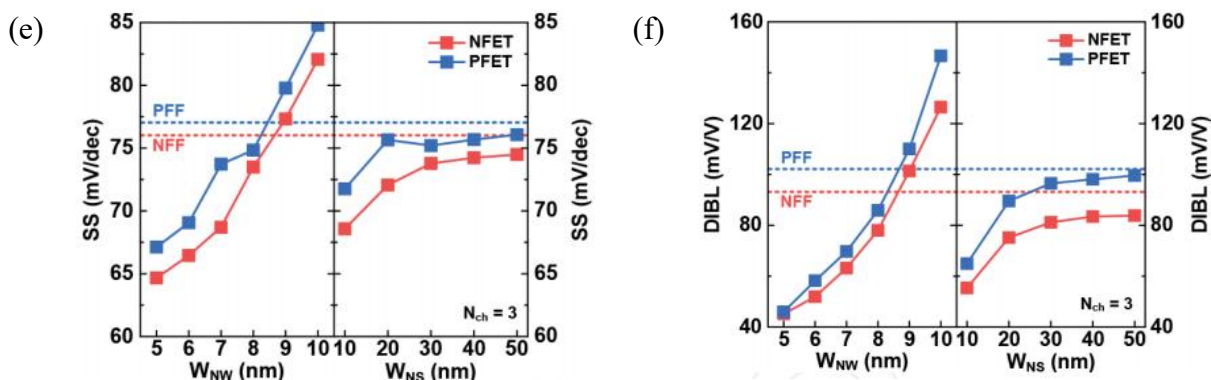
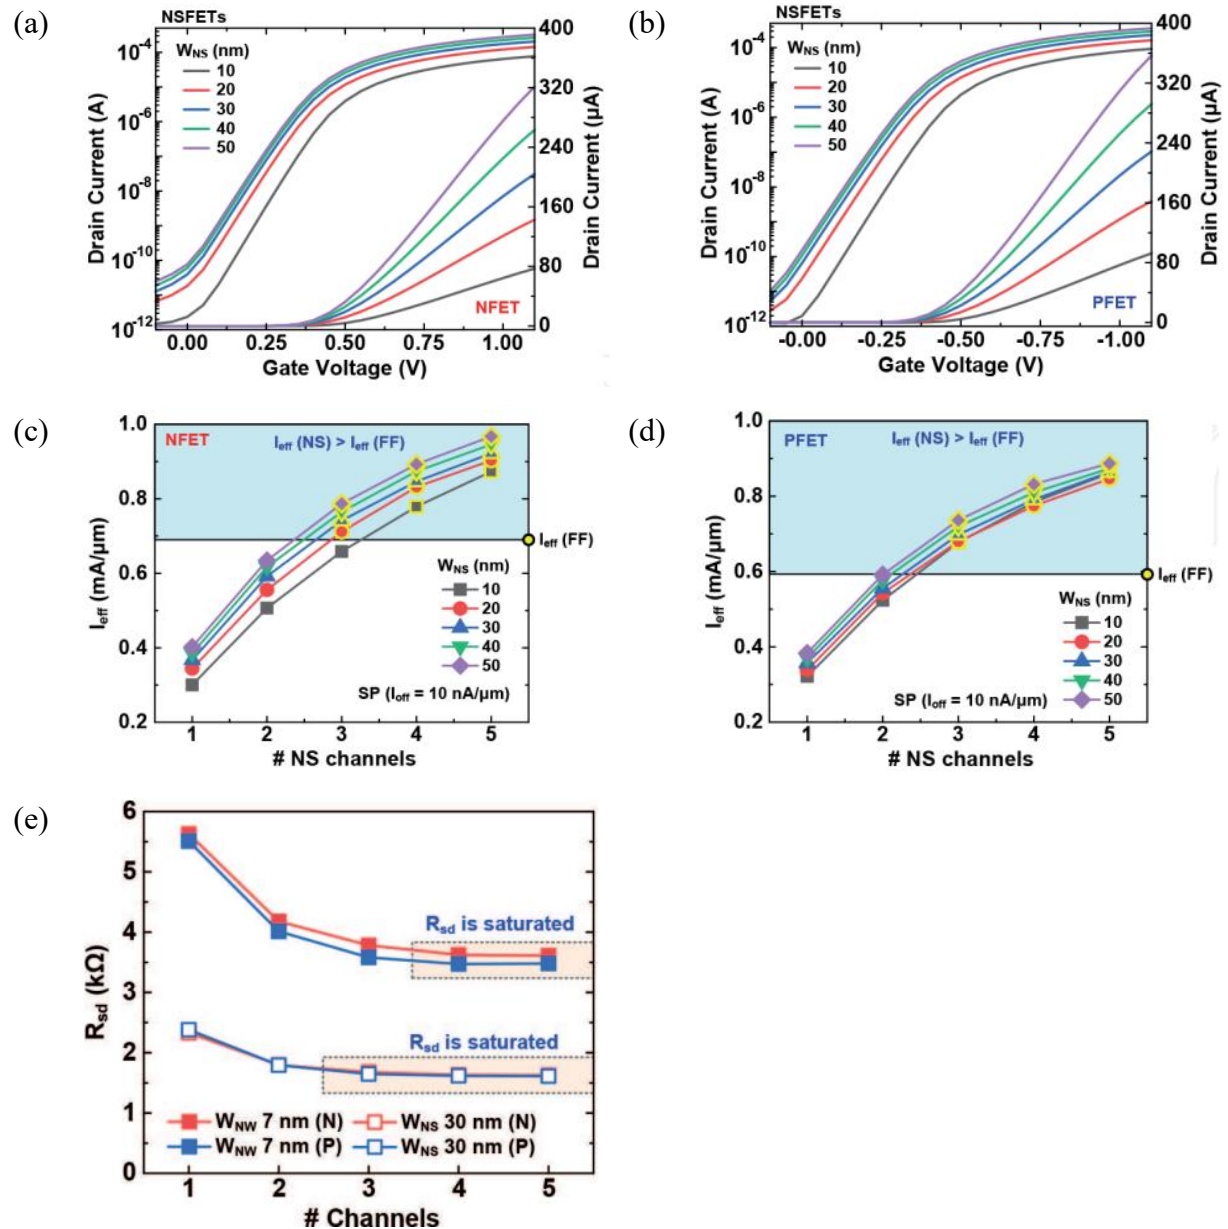

图 2^[3]: (a)、(b): N/PFET 的线性工作区 $I-V_{gs}$ 曲线和亚阈值-有源区导电 $I-V_{gs}$ 曲线; (c)、(d): P/NFET 的等效电流与纳米线条数的关系曲线; (e)、(f): N/PFET 的亚阈值斜率和 DIBL。
图 4^[3]: (a)、(b): N/PFET 的线性工作区 $I-V_{gs}$ 曲线和亚阈值-有源区导电 $I-V_{gs}$ 曲线; (c)、(d): P/NFET 的等效电流与纳米线条数的关系曲线; (e): NWFET 和 NSFET 在特定宽度下的源漏电阻比较。
GAA NWFET 的直流特性如下图 2(a) 和 2(b) 所示，其中同一种颜色但分布靠上的曲线是 $V_{DS}=0.05\text{V}$ 时的亚阈值-有源区导电 $I-V_{gs}$ 曲线，靠下的是 $V_{DS}=V_{DD}=0.7\text{V}$ 时线性工作区 $I-V_{gs}$ 曲线。
透过微分计算线性工作区 $I-V_{gs}$ 曲线得出图 2(c) 和 2(d)。可以发现，N-FET 和 P-FET 的纳米线直径在 6-8 nm 之间，且纳米线条数不小于 4 条的情况下，都比 FinFET 的有效电流要大，实现了比 FinFET 更好的驱动能力。
同理，微分计算亚阈值-有源区导电 $I-V_{gs}$ 曲线可以推导出图 2(e) 和 2(f)。不难发现，虽然 NWFET 的亚阈值斜率(SS) 比 FinFET 要高，但是由于衬底悬浮导致 DIBL 有恶化现象。
GAA NSFET 的直流特性如下图 4(a) 和 4(b) 所示, 其曲线含义与图 2(a) 和 2(b) 一致。纵向比较图 4 和图 2 的 (a)、(b) 图, 可以发现 NSFET 线性区在同一栅压下的输出电流约是 NWFET 的四倍。
同样利用线性工作区 $I-V_{gs}$ 曲线, 计算出 NSFET 的有效电流, 如图 4(c) 和 4(d) 所示。可以发现, N-FET 和 P-FET 的 Bridge 宽度在 10-50 nm, 且纳米线条数不小于 3 条的情况下, 都比 FinFET 的有效电流要大, 实现了比 FinFET 更好的驱动能力。
另外，参考图 2(e) 和 2(f) 所记录的 SS 和 DIBL 曲线，不难发现，虽然 NSFET 的 SS 比 NWFET 要低，但是由于栅控能力的提升，所以 DIBL 要优于 NWFET。